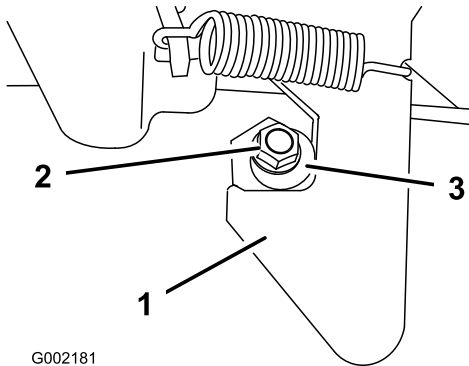

Figure 18
1. Desserrez l'écrou au bout du montant de verrouillage (Figure 18).
2. Tournez le montant dans le sens horaire jusqu'à ce qu'il soit bien serré contre le verrou, puis serrez l'écrou (Figure 18).